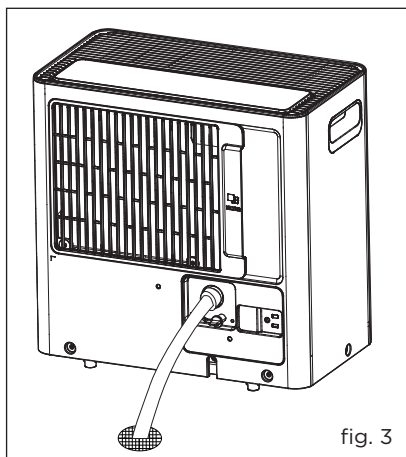

fig. 3
g. Coloque el extremo de la manguera en el desagote. (fig.3)